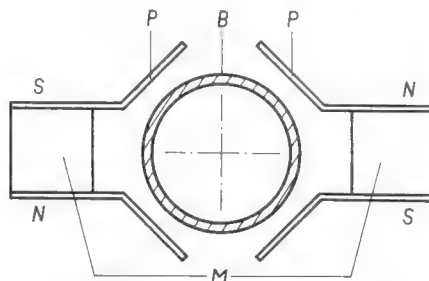

Bild 2a. Die Achsen der Magnete verlaufen quer zum Bildröhrenhals B, die Magnete M sind gegensinnig gepolt, P = Polschuhe
2. Anordnung nach Bild 2a. Hier ist im Vergleich zu Bild 1 die Lage der Magnete zur Bildröhrenachse um 90° versetzt. Die beiden Magnete sind außerdem nicht mehr gleichsinnig, sondern gegensinnig gerichtet.